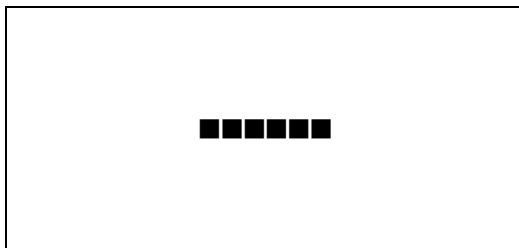

図4-20 オンスクリーンメニュー(SIZE SELECT例)
- 1) CHARACTERメニューで「SIZE SELECT[SIZE]」を選択し、**ENTER**ボタンを押すと図4-20のような設定メニューが表示されます。